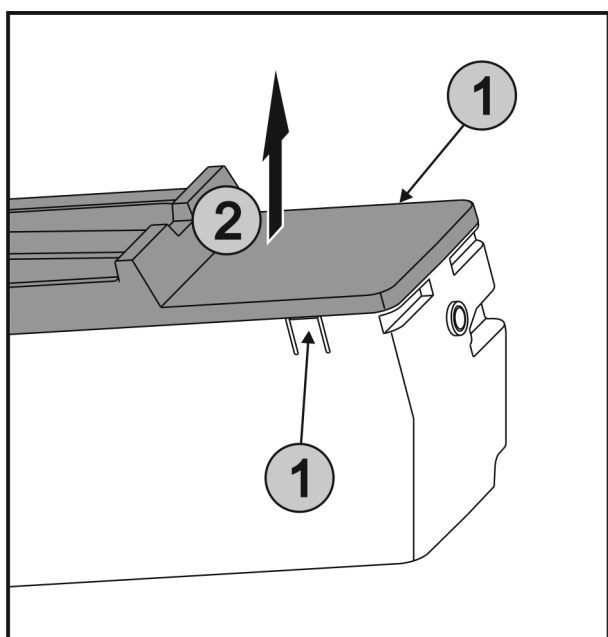

Fig. 55
- Premere contemporaneamente le linguette Fig. 55 (1) su entrambi i lati di EasyTwist-Ice e rimuovere la copertura sollevandola verso l'alto Fig. 55 (2).